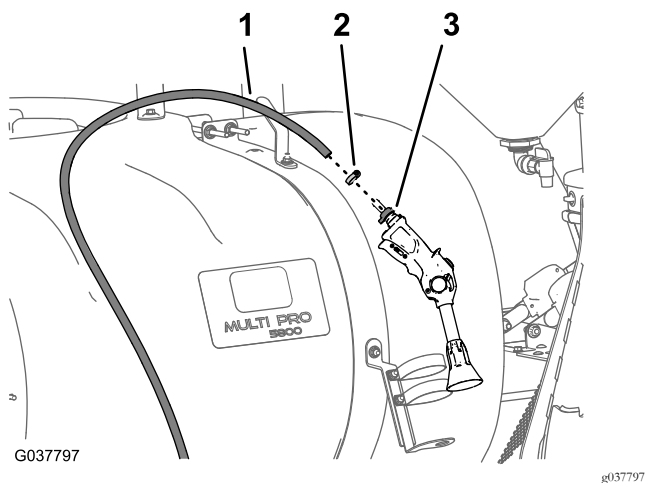

Bild 96
5. Befestigen Sie die Zahnung der Spritzpistole, die Sie in Entfernen der Spritzpistole vom Zulaufschlauch \(Seite 19\) entfernt haben, mit einer Schlauchklemme am Zulaufschlauch (Bild 96).